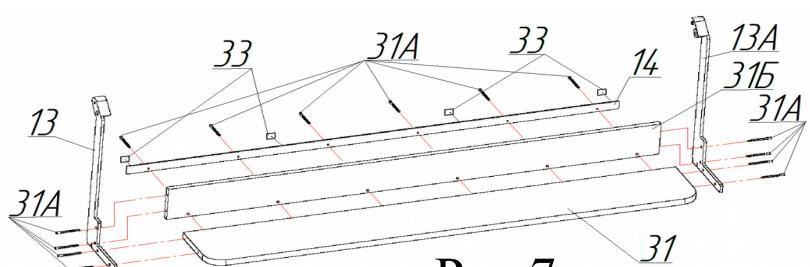

Рис.7
14) Присоединить к полке поз.31 усиливатель полки поз.14, стенку заднюю полки поз.31Б и опоры поз.13 и 13А, используя винты-конфирматы поз.31А (см.рис.7). Усилиатель полки расположить таким образом, чтобы головки винтов-конфирматов попали в конусные отверстия, а большее расстояние от отверстий на усиливателе до кромки усиливателя оказалось сверху. Разрезать пополам накладки войлочные поз.33 и приклейте к усиливателю полки в соответствии с рисунком 7.